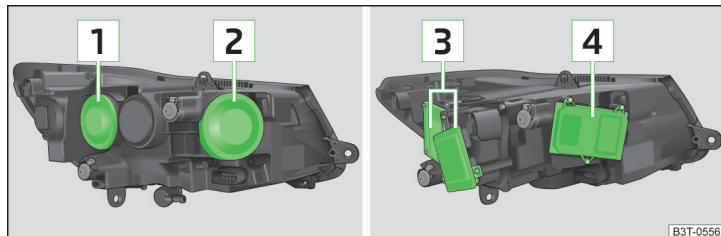

Fig. 202 Asignación de bombillas: faros con luz halógena / con luz de xenón
- Retirar la tapa protectora **1** » fig. 202 de la página 236.
- Retirar la tapa protectora **2** » fig. 202 de la página 236.